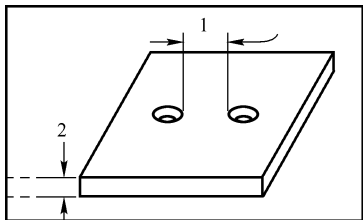

图 4-32 两个切口或冲孔之间的距离
- 切口之间的最小距离 (M)：规则为 MIN_DIST_BTWN_CUTS，用于检查两个切口或冲孔之间的距离，其默认值为 $5*T$ 。结合图 4-32 来理解，图中的“1”表示 $5*T$ 或更大 (M)，“2”表示坯件厚度 (T)。